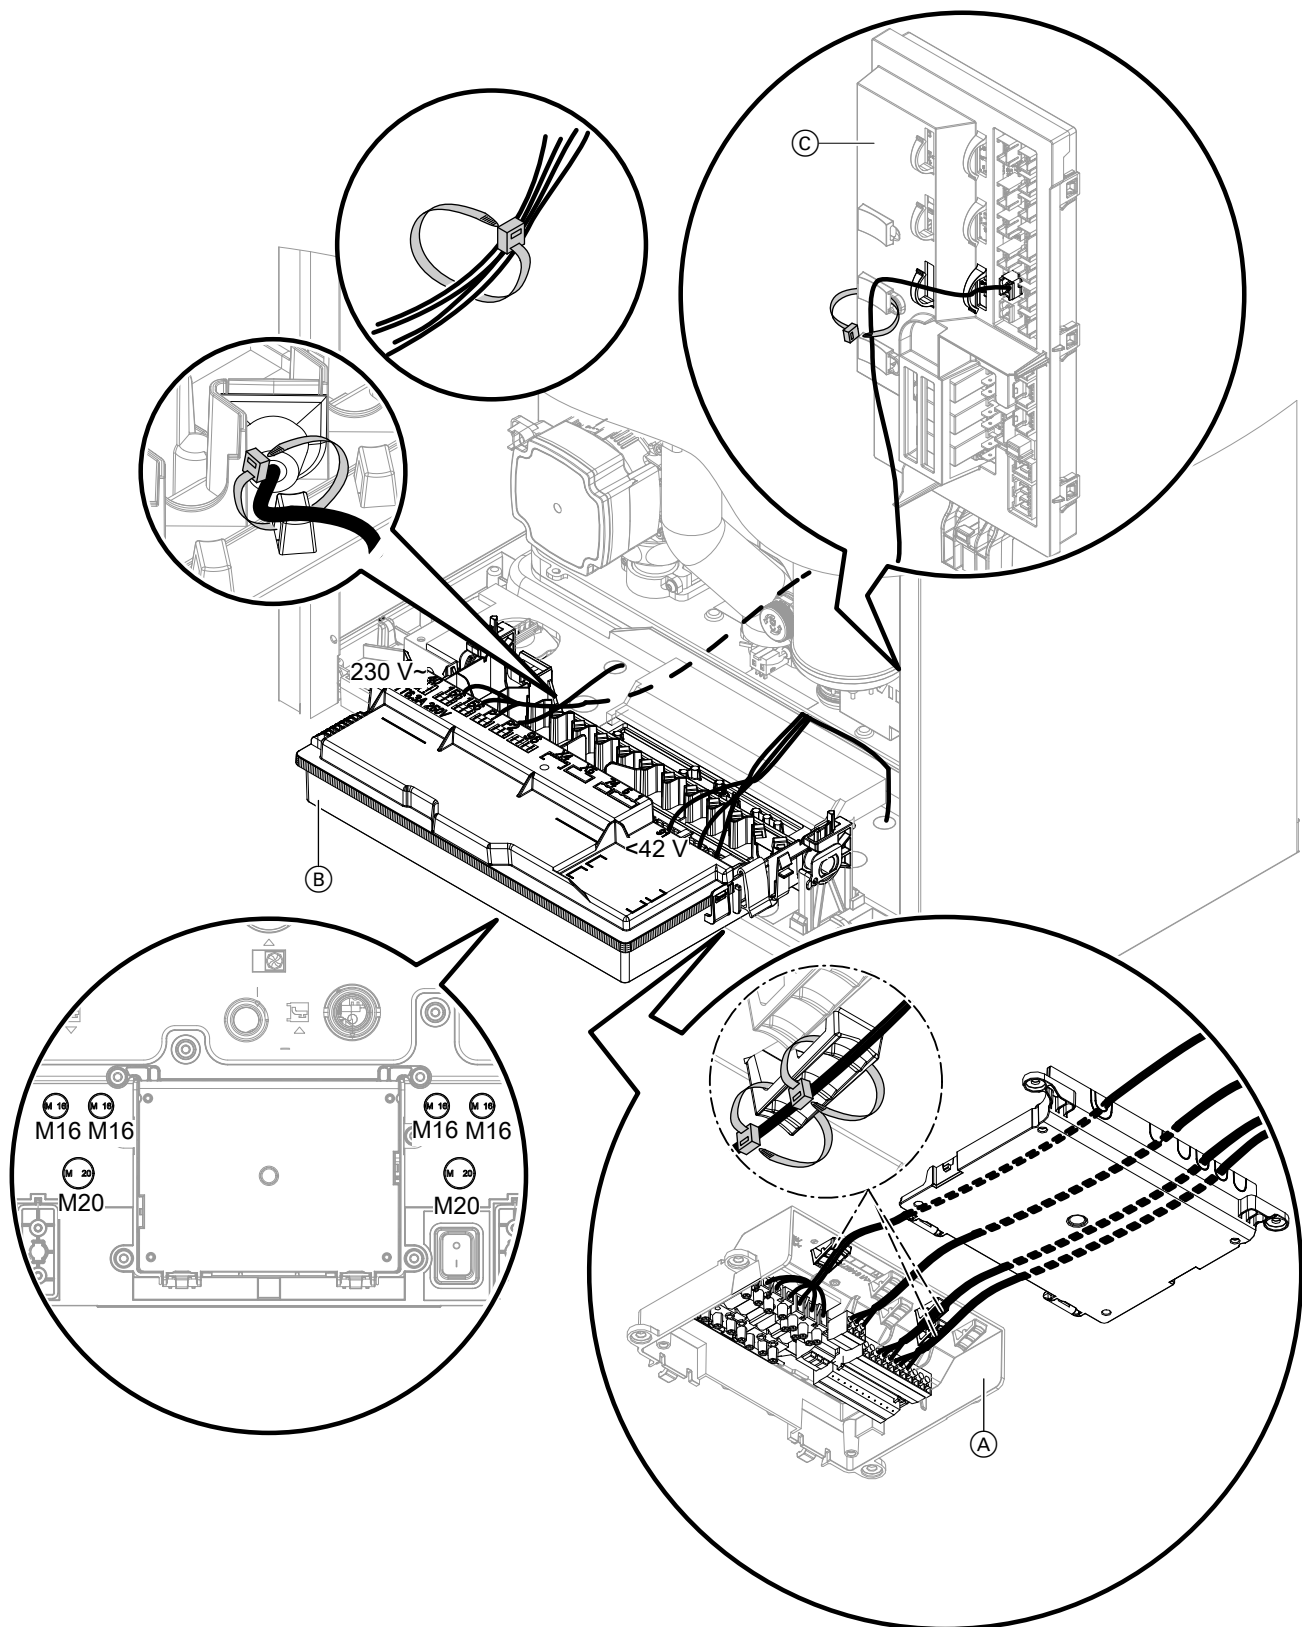

Abb. 57
- Alle Leitungen im Anschlusskasten 230 V~ mit 2 Kabelbindern zugentlasten: Siehe Abb. 57.